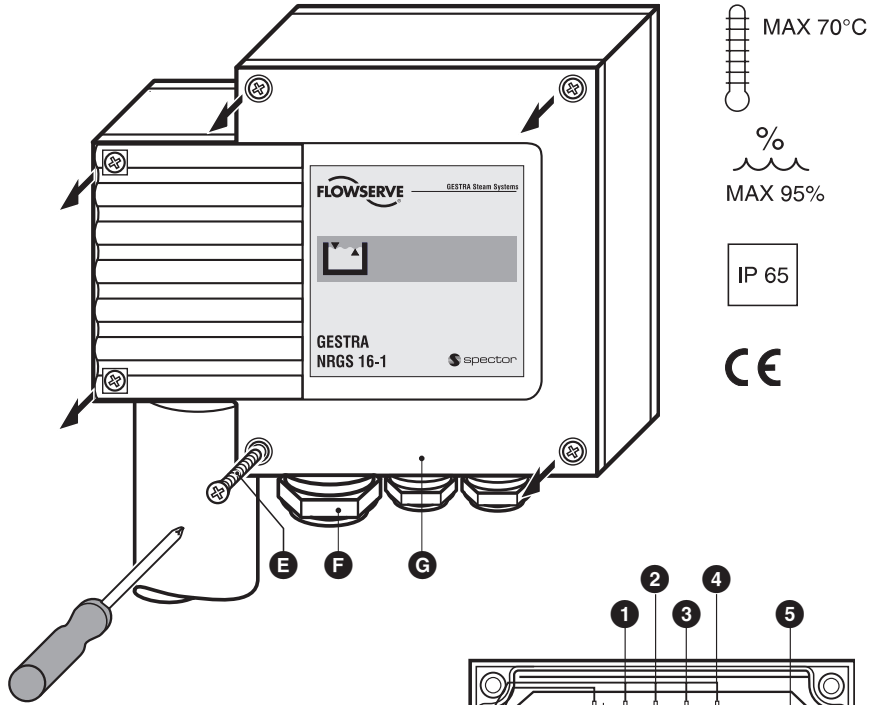

Fig. 6
1. Schrauben **E** lösen und heraus-schrauben, Gehäusedeckel **G** abnehmen. **Fig. 6**